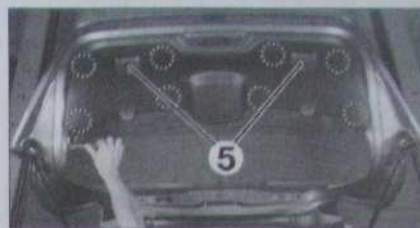

Fig. 88
- Déposer les vis de fixation (5) (Fig. 88), puis dégrafer la garniture de hayon arrière.